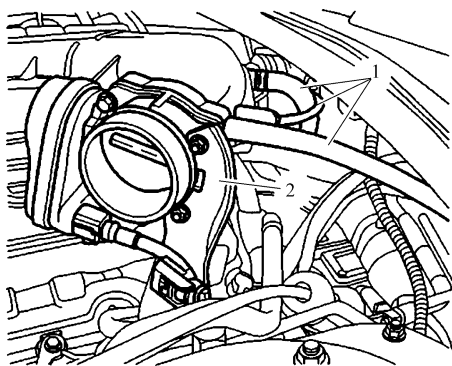

图 16-18 断开软管和电路插接器
- 9) 断开软管 (图 16-18 中的 1)。
- 10) 断开节气门体电路插接器 (图 16-18 中的 2)。